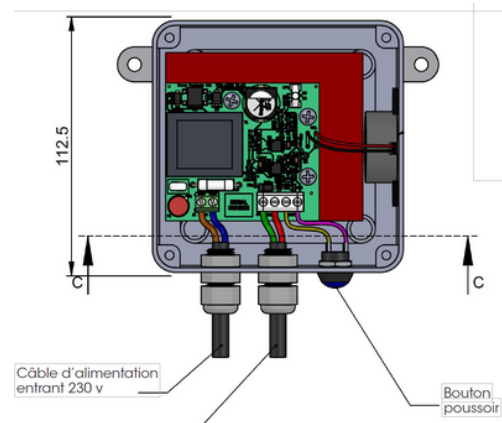

Figure 5
5. Raccorder un câble d'alimentation de 230 V C.A. $\pm 10\%$, 50/60Hz à J1 sur la carte imprimée à l'intérieur du boîtier, **Figure 5** : Détails du câblage